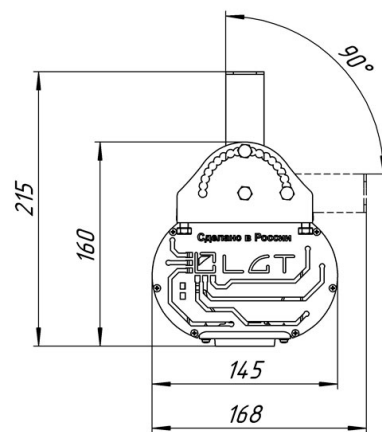

Рис. 9
6.7.7 Установить светильник под необходимым углом к освещаемому объекту и зафиксировать положение светильника с помощью винта М6. Шаг угла наклона 10 град. Максимальный угол поворота крепления потолочного на светильнике 180° (Рис. 9).